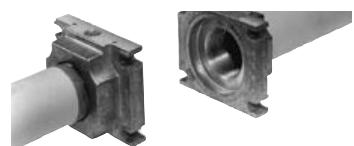

Рис. 10
- 1.Установить фланец на трубе. Использовать соответствующую газу оснастку (Рис. 10)